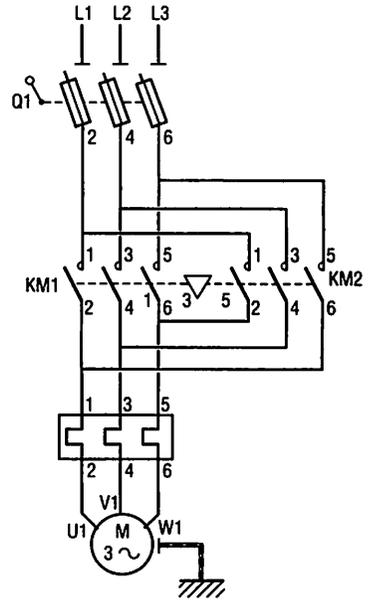

Fig. 5 : Contacteur inverseur.
1.4. Inversion du sens de marche (fig. 5)